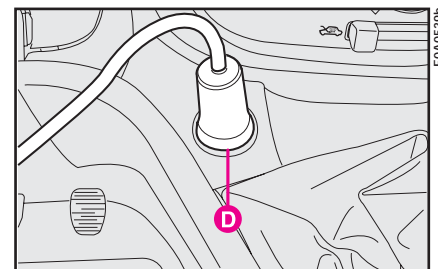
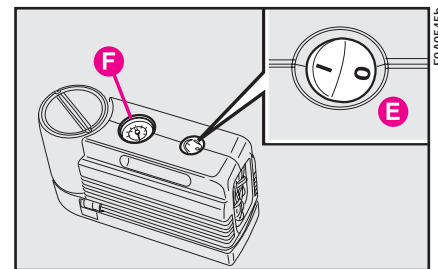

рис. 16e
рис. 16f
– убедитесь, что компрессор выключен (выключатель **Е** компрессора находится в положении **0** (рис. 16f)), запустите двигатель и вставьте вилку **D** (рис. 16e) в сеть, затем включите компрессор, установив выключатель **Е** в положение **I** (рис. 16f). Накачивать шину следует до значения, указанного в разделе "Давление воздуха в шинах" главы "Технические характеристики". Для получения точных показаний давление измеряется манометром **F** при выключенном компрессоре.